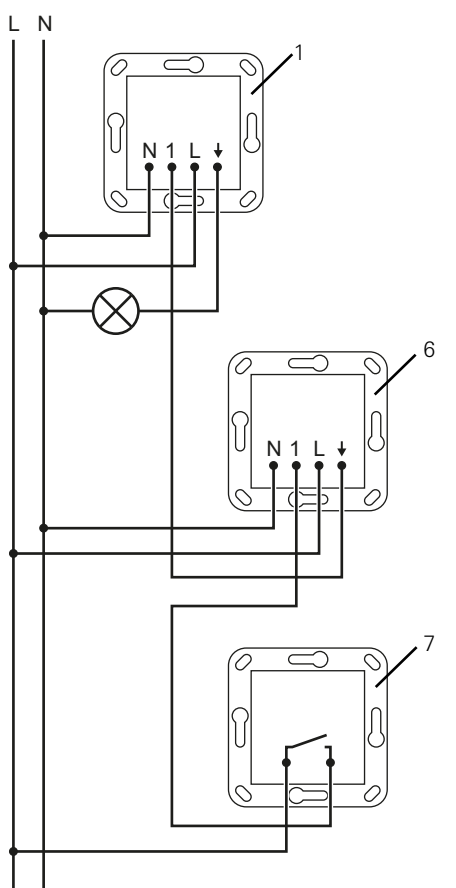

Fig. 4: Tilkoblingsskjema med slave
For å utvide registreringsområdet kan du koble til flere Sensotec LED-er, se tilkoblings-skjema (fig. 4). Master analyserer da bevegel-sessignalene fra slaveene.
- Koble til innfelt innsats i henhold til kob-lingsskjema (fig. 4).